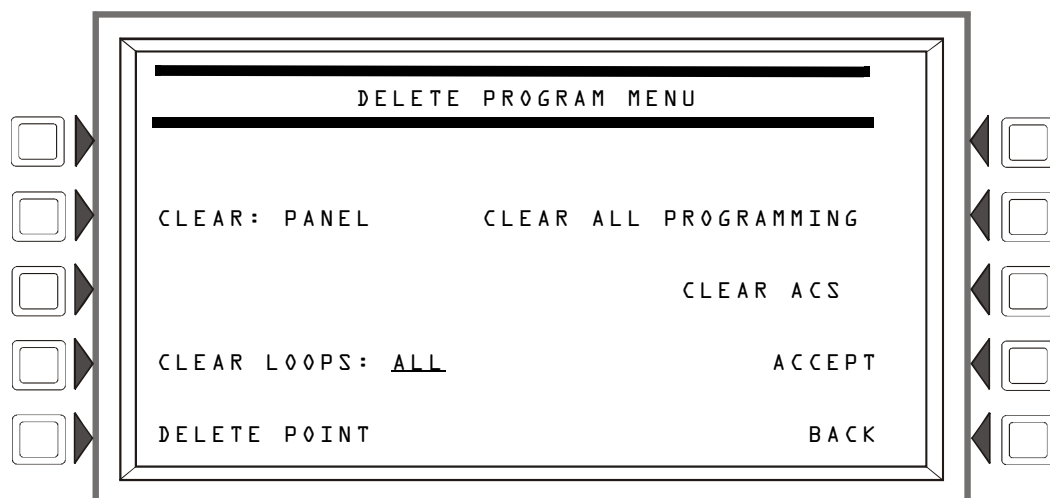

Figura 3.55 Pantalla Menú borrar programa
1. Use la pantalla Menú borrar programa (consulte la Figura 3.55) para borrar del panel cualquier programación pertinente. Por ejemplo, si se autoprogramarán los lazos uno y dos, borre la programación existente ingresando **1+2** en la pantalla Menú borrar programa.